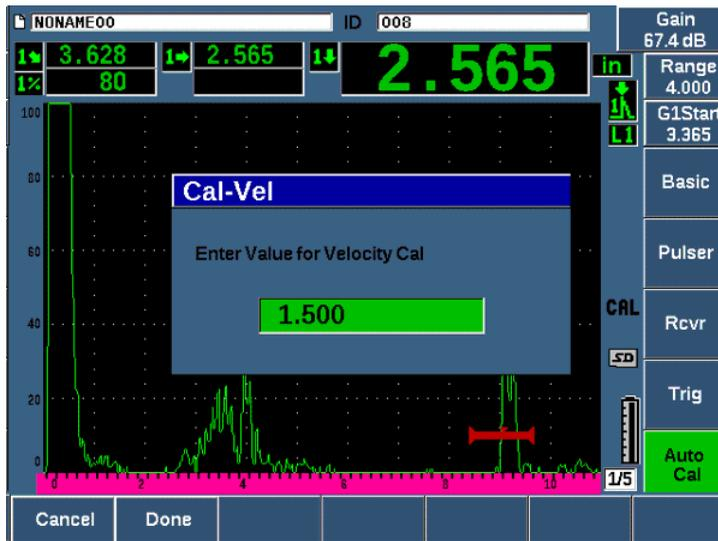

Рис. 9-29 Ввод значения толщины для калибровки скорости
11. Введите известное значение толщины стробированного сигнала (см. Рис. 9-29 на стр 190).